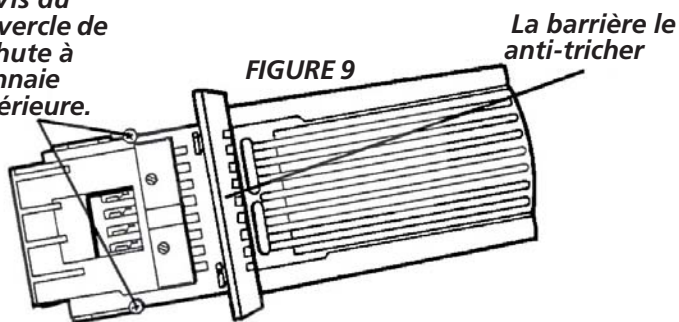

FIGURE 9
- Démontez les deux vis fixant le couvercle supérieur de la chute à monnaie. Retirez le couvercle (voir Figure 9).
(2) Vis du couvercle de la chute à monnaie supérieure.
Posez la glissière dans la chute à monnaie. La glissière ne peut être insérée que si la gâchette anti-ivol dans la bride est poussée à gauche (voir Figure 9).